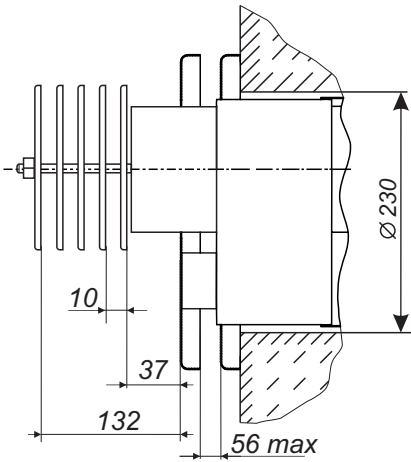
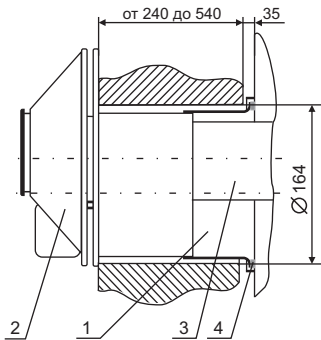

Рис. 3. Встановлення дисків димоповітряного блоку для апаратів потужністю 7-15 кВт
Рис. 5. Димоповітряний блок апарата потужністю 5 кВт
1 - димоотвірний блок; 2 - газохід потужністю 10...15 квт встановлюється набір дисків, рис. 3, для апаратів потужністю 5-7 кВт - рис. 5; 3а) - стаканчик для балонів термодікатора та терморегулятора; 4 - вихід води в систему опалення; 5 - вихід води на господарські потреби (для деоконтурних апаратів); 6 - вхід води з системи опалення; 7 - оплядове вікно; 8 - запальний палик; 9 - декоративне облицювання; 10 - основний палик; 11 - термодікатор; 12 - автоматика безпеки з газовим клапаном "БЗО EUROST"; 13 - запальник; 14 - вхід води з водопроводу; 15 - датчик перегріву; 16 - гнучкий металевий шланг для газу (відповідає вимогам ДБН В.2.5-20:2001 «Газопостачання»).
6.3.1. В зовнішній стіні будинку, згідно з рис. 2, пробити горизонтальний канал діаметром 190 мм для апаратів потужністю 5 кВт, 230 мм для апаратів потужністю 7 кВт й 250 мм для апаратів потужністю 10-15 кВт (рис. 3; 5). При цьому необхідно враховувати, що для забезпечення установок та зняття апарата, а також для зняття та установки газопальникового пристрою перед фронтом апарата на відстані **не менше 1 м від стіни** не повинно бути ніяких будівельних елементів або стаціонарно встановленого обладнання.
6.3.3. Для апарата потужністю 5 кВт. Встановити газохід зовнішній (п. 2, рис. 5а) горизонтально в каналі до упору з зовнішньою стіною, сполучивши його з повітроходом (п. 1, рис. 5а), і зафіксувати дерев'яними клинами. **Розриви в з'єднаннях не допускаються!**
Для апарата потужністю 7 кВт. Встановити газохід зовнішній (п. 3, рис. 5) горизонтально в каналі до упору з зовнішньою стіною, сполучивши при цьому вставку (п. 2) з повітроходом (п. 1, рис. 5), і зафіксувати дерев'яними клинами. **Розриви в з'єднаннях не допускаються!**
Для апаратів потужністю 10-15 кВт на виступаючий газохід зовнішній установити набір дисків. Закріпити диск "а" до зовнішньої стіни і відрегулювати їх (рис. 3).
6.3.7. Встановити патрубок димоходу (п. 8, рис. 2 або п. 4, рис. 5, залежно від моделі апарата) на його газохід і зафіксувати його.